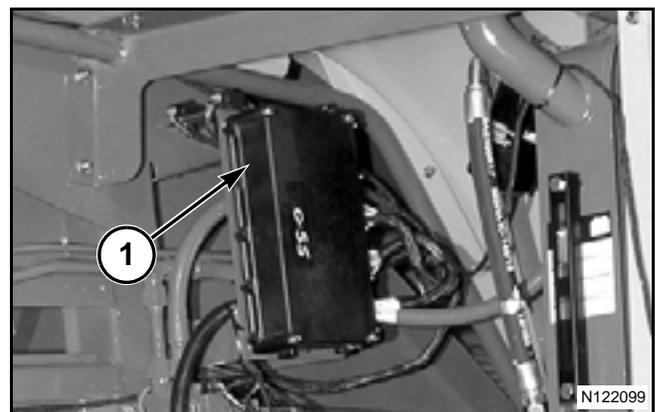

FIG. 24
FIG. 24: El SBC (1) recibe información desde los sensores del enfardador. El controlador trabaja con la información, realiza correcciones y envía los resultados a la consola para uso del operador.